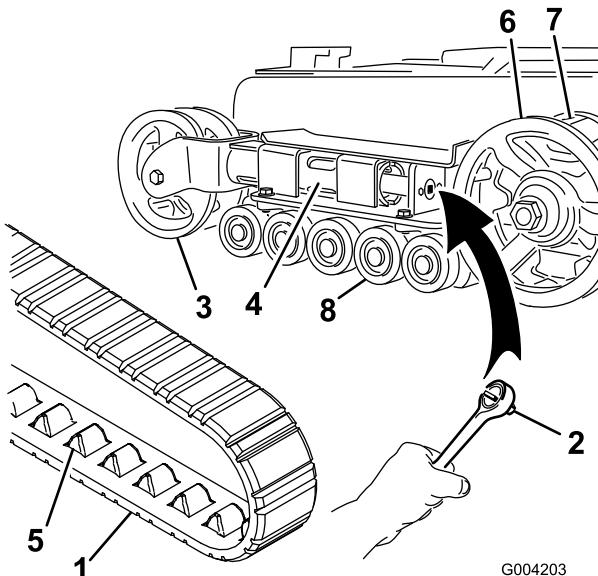

Figura 63
4. Usando una llave de 1/2 pulgada (Figura 63), gire el tornillo tensor en el sentido contrario a las agujas del reloj hasta que la distancia entre la tuerca tensora y
4. Usando una llave de 1/2 pulgada, alivie la tensión en la oruga girando el tornillo tensor en el sentido de las agujas del reloj (Figura 62 y Figura 63).
5. Empuje la rueda tensora hacia la parte de atrás de la unidad de tracción para mover el tubo de horquilla contra el bastidor (Figura 63). (Si no toca el bastidor, siga girando el tornillo tensor hasta que lo toque.)
7. Cuando haya retirado la oruga de la rueda tensora, retírela de la rueda motriz y de las ruedas de rodaje (Figura 63).
8. Empezando en la rueda motriz, pase la oruga nueva alrededor de dicha rueda, asegurándose de que los dientes de la oruga encajen entre los espaciadores de la rueda (Figura 63).
9. Empuje la oruga por debajo de y entre las ruedas de rodaje (Figura 63).